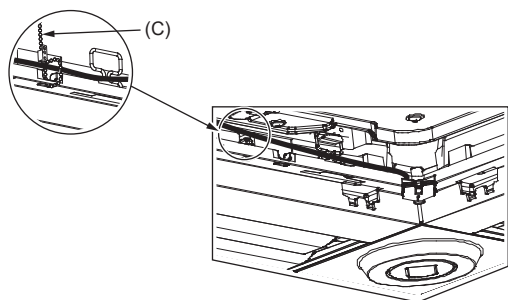

Fig. 10-12
- Säkra i-see-Sensorns och signalmottagarens ledningar till panelen med fästena som visas på bilden så att ledningarna inte hänger löst och klipp sedan bort den överflödiga änden av fästena. (Fig. 10-12)
- Ändra funktionsinställningarna om i-see-Sensorn flyttades från "o", position (E), till "□", position (F). (Se sidan 15)